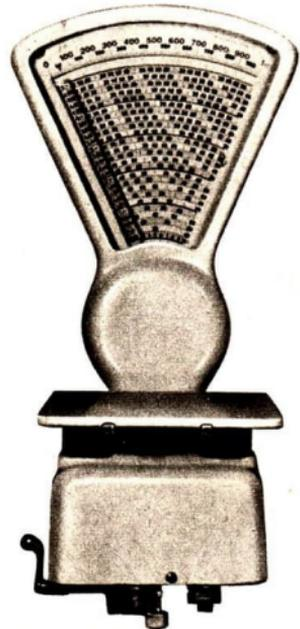

Abb. 104 Preiswaage aus den volkseigenen Werken Happich, Berlin
**Die Preiswaage (Abb. 104).** Ähnlich ist die Wirkungsweise der sog. Preiswaage zu erklären. Auch bei ihr wird ein mit einem Gewicht beschwerter Hebel mehr oder weniger geneigt. Die Bewegung des Hebels überträgt sich auf einen langen Zeiger, der nicht nur das Gewicht, sondern auch den Preis angibt, indem er über eine Preistafel hinwegstreicht.